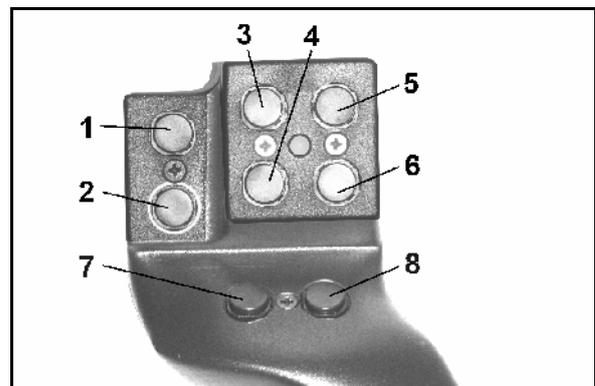
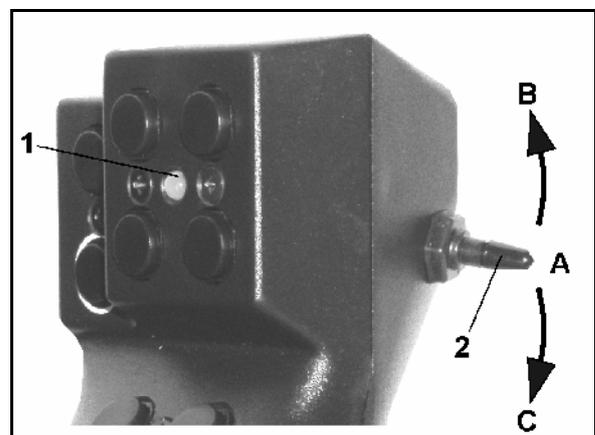

Fig. 54
Fig. 55
Zur Bedienung des **AMATRON 3** hat der Multifunktionsgriff (Fig. 54) 8 Tasten (1 - 8) zur Verfügung. Weiterhin kann mittels Schalter (Fig. 55/2) die Belegung der Tasten 3-fach verändert werden.
-  Mittelstellung (Fig. 55/A) und kann nach
-  oben (Fig. 55/B) oder
-  unten (Fig. 55/C) betätigt werden.
Die Stellung des Schalters wird durch eine LED-Leuchte (Fig. 55/1) angezeigt.